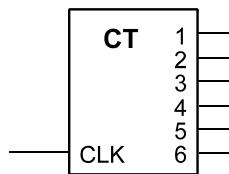

Abb. 13
13. Entwerfen Sie einen Johnsonzähler (mit D-Flipflops), der modulo 6 zählt und erweitern Sie ihn so, daß er alle 6 Stellungen im 1-aus-n-Code ausgibt (Abb. 13).